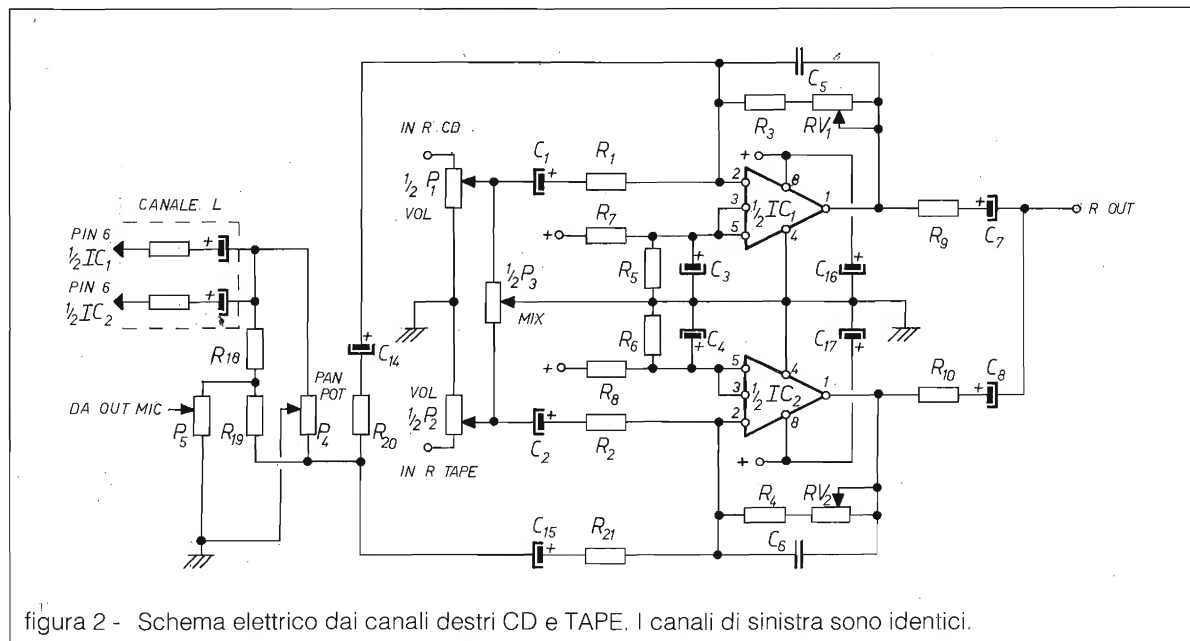

figura 2 - Schema elettrico dai canali destri CD e TAPE. I canali di sinistra sono identici.
RV1 - RV2 = Trimmer di regolazione amplificazione (vedi figura 2).
Nello schema di figura 2 si possono notare i due canali destri della linea CD e TAPE, i quali fanno capo a 1/2 IC1 e 1/2 IC2 e risulta ovvio che il canale sinistro dovrà essere una replica del canale destro.
N.B.: I due condensatori e le due resistenze senza contrassegno, applicate a un capo di P4 (figura 2), fanno parte del canale sinistro e prendono i valori di R20 - R21 e C14 - C15.